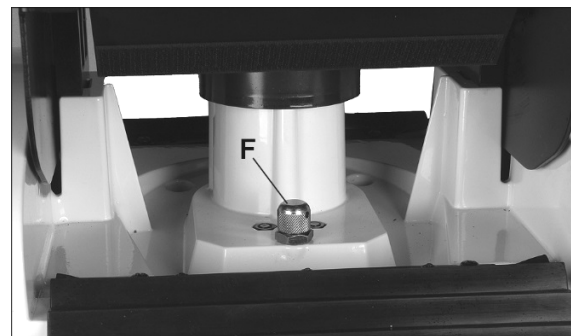

Abbildung 16
3. Die hintere Abdeckung öffnen und den Bereich um den Öldeckel säubern. Den Öldeckel (F, Abbildung 16) von Hand abschrauben und die Feder entfernen.
4. Den Behälter auffüllen, bis sich der Ölstand in der Mitte des Sichtglases (D) befindet.